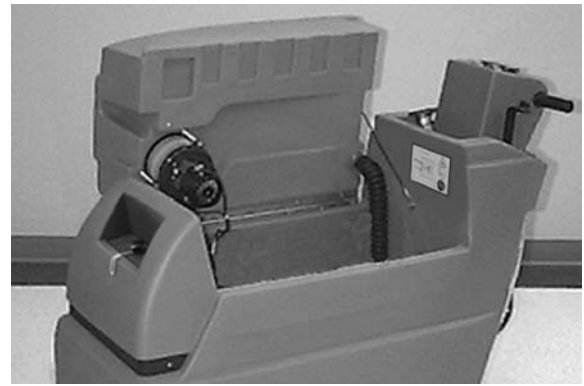

FIG. 1
2. Faites pivoter avec précaution le réservoir de récupération pour accéder au compartiment des batteries. Assurez-vous que le réservoir de récupération est vide avant de l'ouvrir. Retirez du compartiment les câbles de batteries lâches (Figure 1).